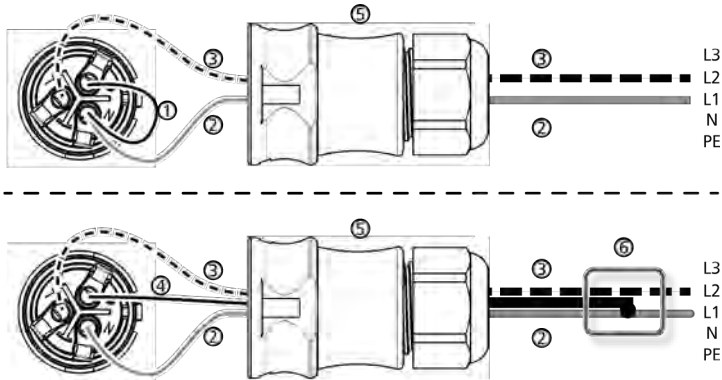

Fig. 6: Connexion entre N et FE dans le connecteur AC (en haut) ou dans le répartiteur secondaire externe (en bas)
- N et L sont raccordés côté onduleur entre les conducteurs extérieurs L1 – L2. Voir ② et ③ sur la fig. 6.
Fig. 6 montre à titre d'exemple la connexion côté onduleur de L1 et FE :
- Fig. 6 comme ci-dessus.
2. ➔ Raccordez côté onduleur l'une des deux phases connectées avec FE. Établissez la connexion soit dans le connecteur AC, soit dans un répartiteur secondaire externe ; pour cela, reportez-vous à fig. 6.